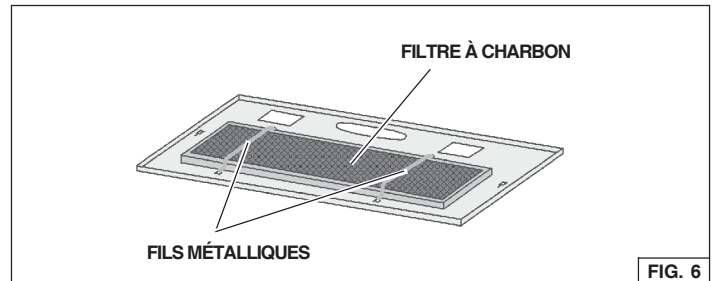

FIG. 6
2. Installer le filtre à charbon par-dessus le filtre à graisses et le tenir en place au moyen des fils métalliques fournis avec le filtre à charbon (Fig. 6).
2. Enlever les fils métalliques (Fig. 6) et remplacer le filtre à charbon.